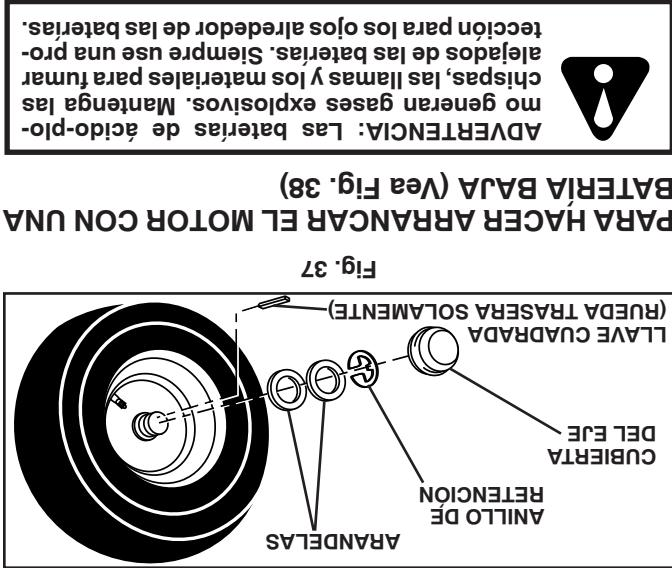

Fig. 37
- PARA REMOVER LAS RUEDAS (Ver Fig. 37)**